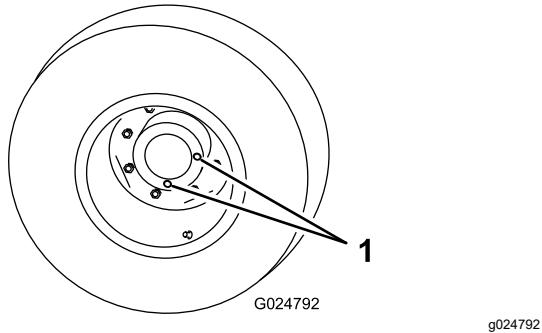

Figure 67
2. Tournez une roue de sorte que l'un des bouchons de contrôle se trouve à la position la plus basse (6 heures) (Figure 67).